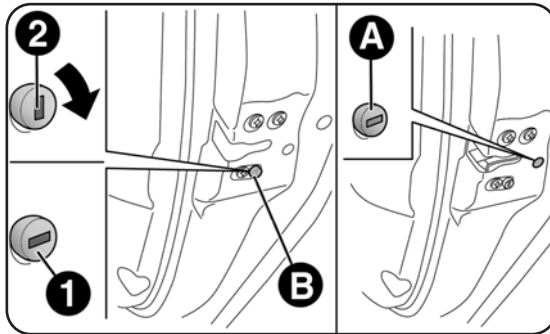
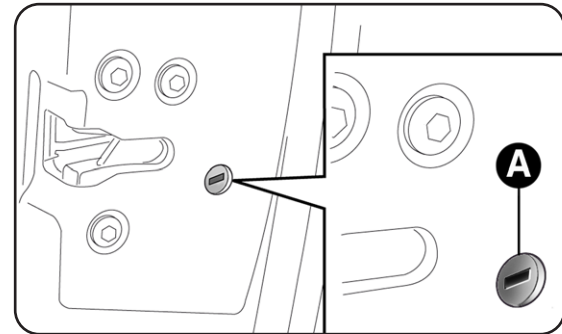

fig. 53
fig. 53a
## DISPOSITIF SÉCURITÉ ENFANTS B-fig. 53
- introduire l'insert métallique de la clé de contact dans le logement A - fig. 53 (portes arrière) ou A - fig. 53a (porte avant côté passager) ;
- tourner la clé dans le sens des aiguilles d'une montre, puis l'extraire du logement A - fig. 53 ou A - fig. 53a.